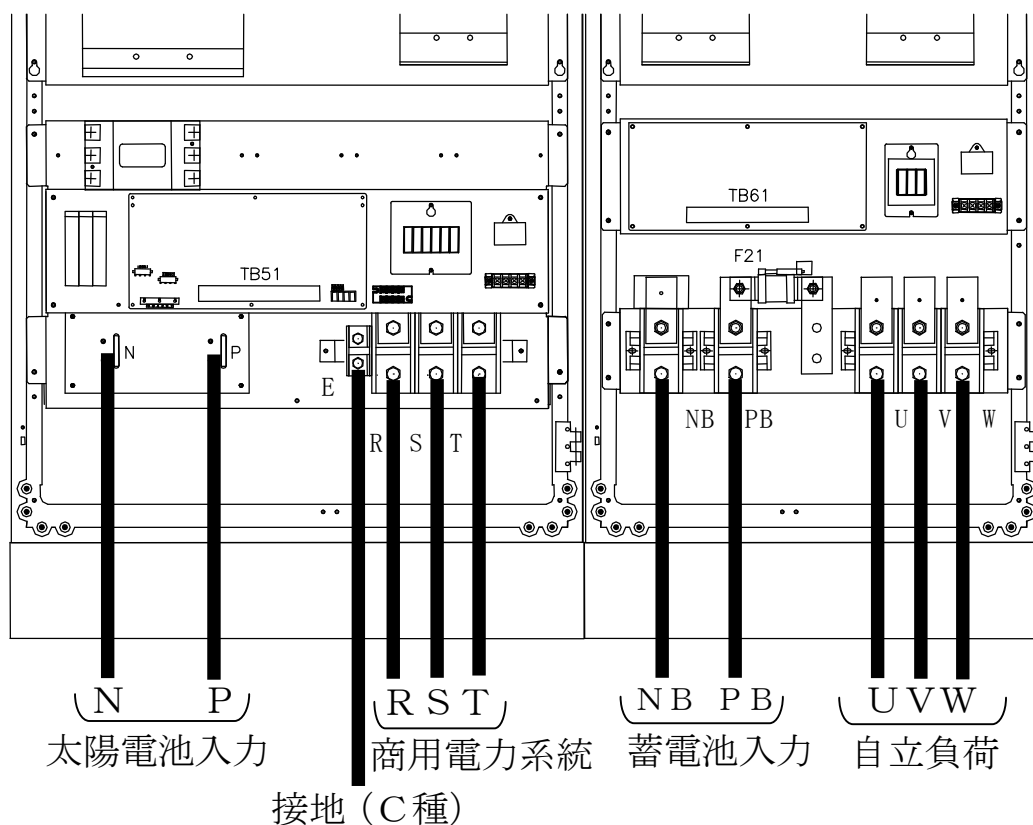

図10.1 主回路配線
- (4) 使用する電線径は8. 3項を参照し、下部の端子に入出力ケーブルを接続してください（図10.1参照）。
(1) 主回路の配線
- a) 連系出力端子 (R, S, T)、自立出力端子 (U, V, W)、接地端子 (E) への配線は図10.1のようにしてください。